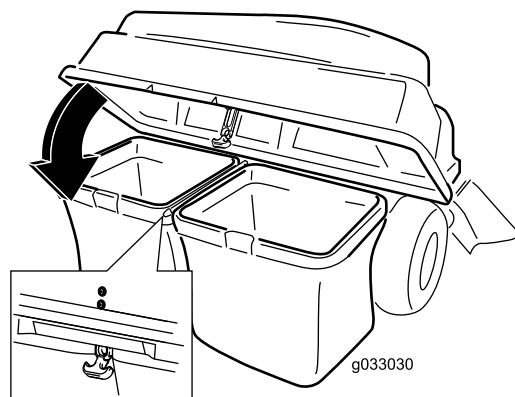

Figura 22
5. Coborâți partea superioară a sistemului de colectare pe saci (Figura 22).
6. Fixați capota cu elementul de fixare (Figura 22).